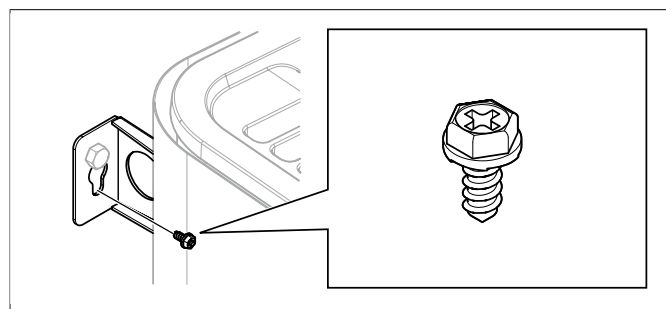

Fig 13: Konsolens låsskruv
12. Lås aggregatet på plats med låsskruven se **Fig 13**, sidan 5.